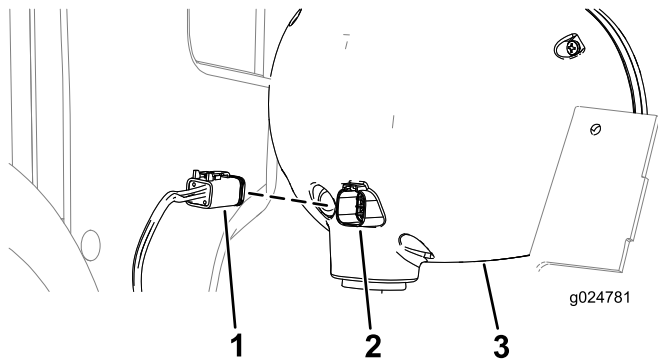

Figura 33
4. Conecte el conector hembra de 6 vías del arnés de cables al conector de 6 pines del faro derecho (Figura 33).